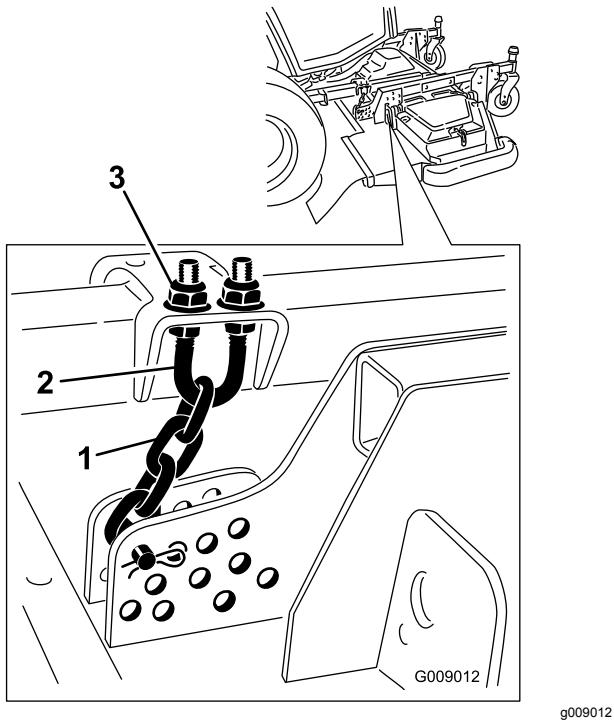

Figura 137
- Desaperte as porcas de retenção na zona superior ou inferior da cavilha em U da correia da altura de corte (Figura 137).